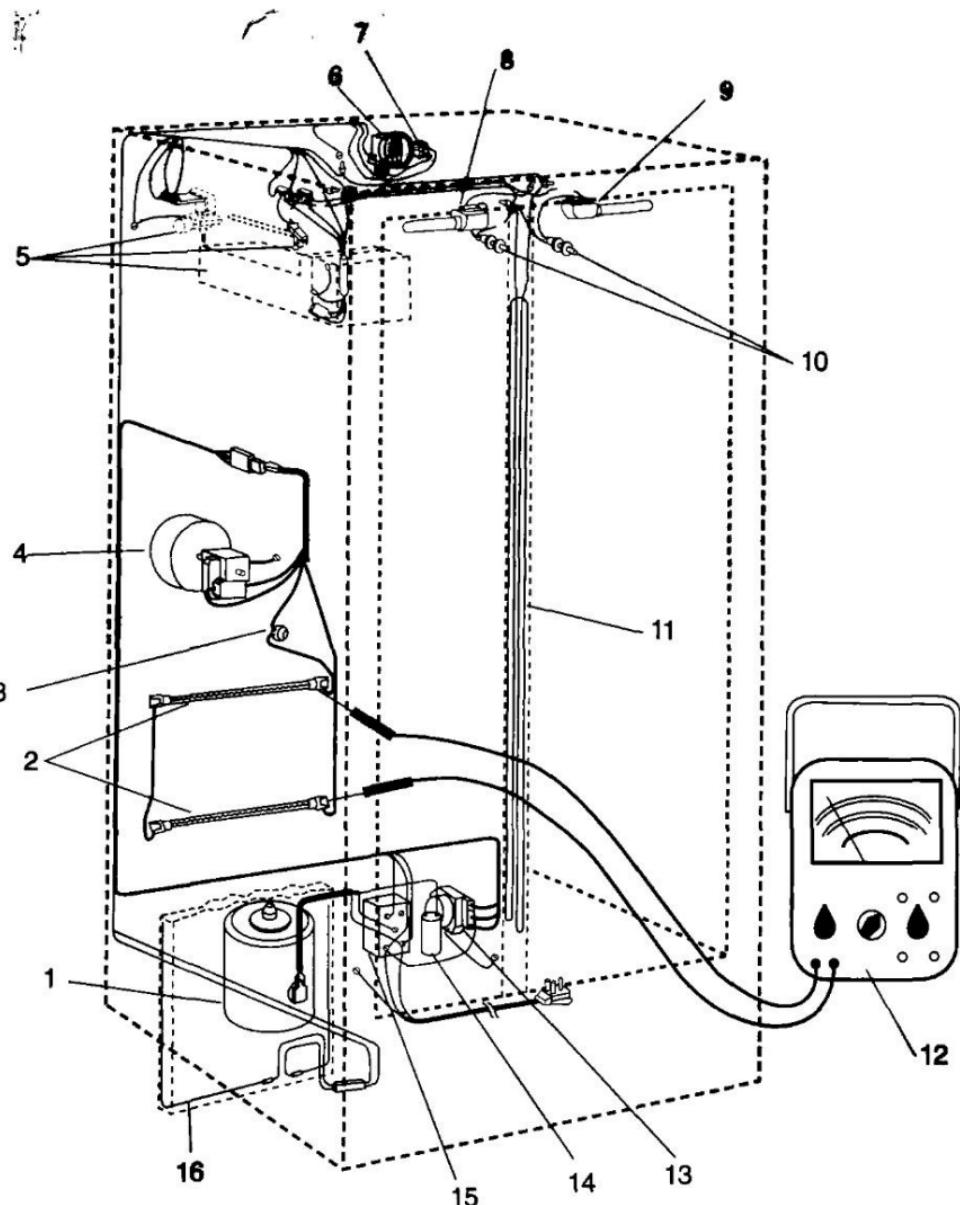

Рис. 80. Проверка электронагревательных элементов системы оттаивания бытового холодильника:
28.10. В некоторых видах холодильного оборудования для оттаивания инея с испарителя применяют электрические нагревательные элементы. Исправность элемента проверяют подачей на его клеммы напряжения, устанавливая вручную реле времени на цикл оттаивания. Если напряжение поступает, а элемент не нагревается, то подачу электроэнергии прекращают. Отсоединяют электропроводку от элемента оттаивания и проверяют его с помощью омметра (рис. 80). Если цепь в элементе разомкнута или имеется короткое замыкание, то его заменяют.